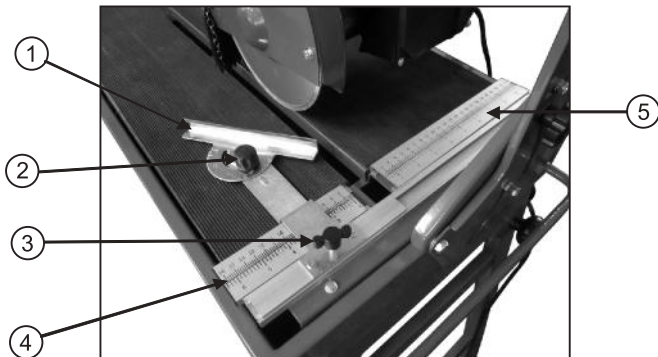

Рис.10
Регулировка ширины резания (рис. 10, 11)
2. Ослабьте винт фиксации (2) транспортира и установите транспортир в положение 0° . Затяните винт фиксации транспортира (рис. 10).
3. Ослабьте винт фиксации (3) регулируемого упора (1).
5. Зафиксируйте винт фиксации (3) регулируемого упора.
Регулировка угла реза (рис. 10)